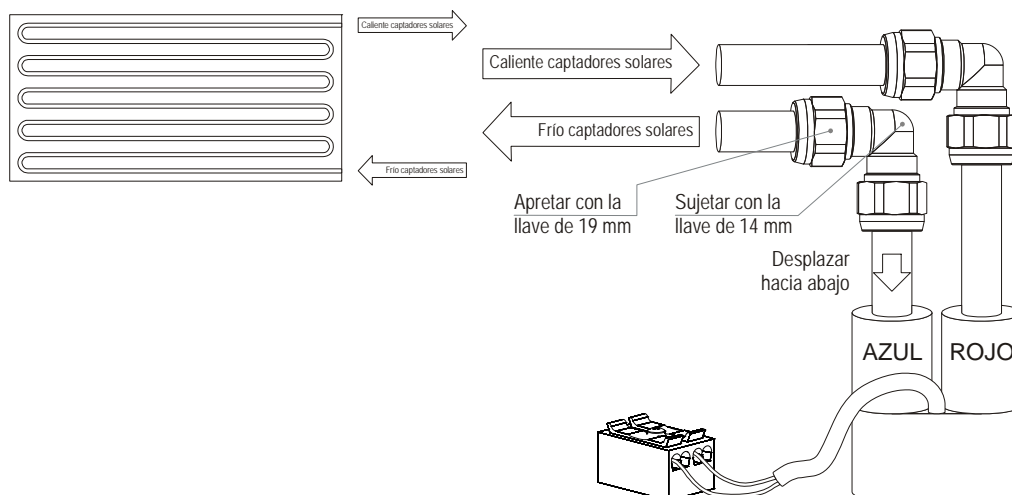

Figura 11
Acometida solar desde la izquierda del Secutop LC (figura 11): primero girar las tomas hacia la izquierda y el tubo azul que estaba en la parte superior bajarlo por debajo del rojo quedando: tubo superior (rojo) salida de captadores (toma superior), y el tubo que queda en la parte inferior (azul) entrada a captadores (toma inferior).
- ⚠ Al apretar los racores de compresión, sujetar siempre con la llave fija de 14 desde la parte plana del codo como se marca en la figura 11.